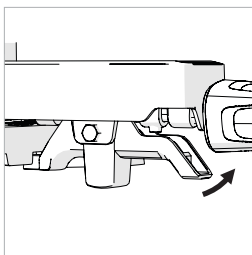

Fig. 43
- Tryck ner den stationära låsspaken. (**Fig. 43**)